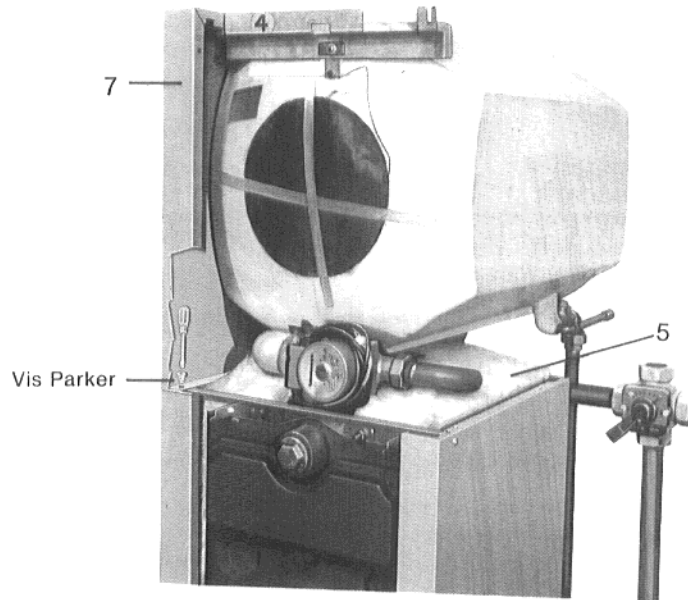

Fig. 15
Poser le **calorifugeage** (5) sur la chaudière (voir Fig. 15).
Introduire le **panneau latéral gauche** (7) du réservoir: en-haut, dans la traverse du réservoir (équerre en Z); en-bas, avec les rainures d'emboîtement, dans les languettes du panneau latéral de la chaudière. A l'avant, ce panneau latéral gauche est à fixer à l'aide d'une vis Parker (Fig. 15).